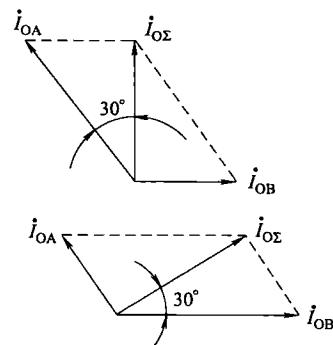

图 1-9 两相漏电流不等时的矢量图
可见，当  $\dot{I}_{OA} = \dot{I}_{OB}$  时，合成电流在数值上与一相漏电流相等；而当两相漏电流不等时，在数值上  $\dot{I}_{O\Sigma}$  在两个大小不等的漏电流之间，当 A (或 B) 相漏电流等于 B (A) 相的 1 倍时，从图 1-9 中可见